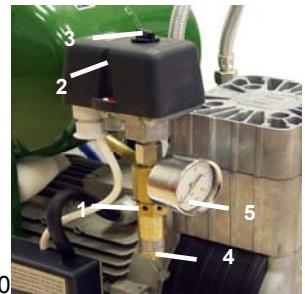
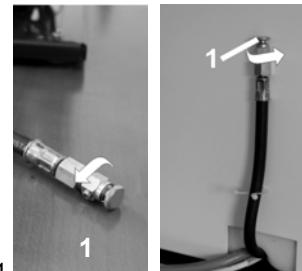

Рис.10
Рис.11
(Рис.10)
##### Компрессоры (Рис.11, Рис.12)
В том случае, если компрессор не будет применяться длительное время, рекомендуется слить конденсат из напорного резервуара и компрессор потом запустить в эксплуатацию примерно на 10 минут с открытым клапаном для слива конденсата (1) (рис.11, рис.12). Потом выключить компрессор выключателем (3) на реле давления (2) рис.10, закрыть клапан для слива конденсата и отсоединить оборудование от электросети.
- Отсоединить оборудование от электросети. Выпустить давление воздуха в напорном резервуаре, открывая клапан для выпуска конденсата (1) (рис.11, рис.12).